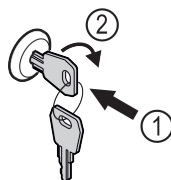

Fig. 169
- ▶ Пъхнете ключа. Fig. 169 (1)
- ▶ Завъртете го на 90° по посока на часовниковата стрелка. Fig. 169 (2)